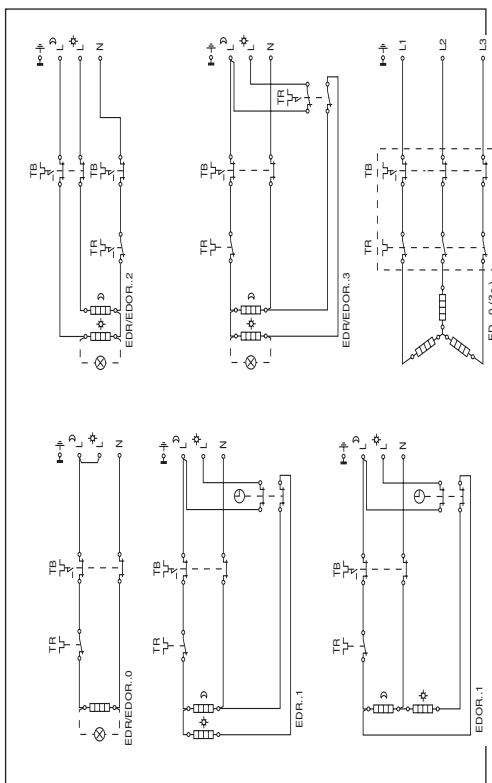

Fig. 7 Elektrisch aansluitschema's
- Sluit de boiler aan volgens het juiste schema (fig. 7).